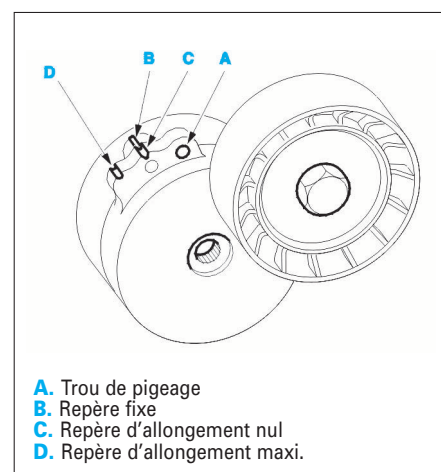

FIG. 21
La coïncidence des repères (B) et (D) implique le remplacement de la courroie (Fig.21).